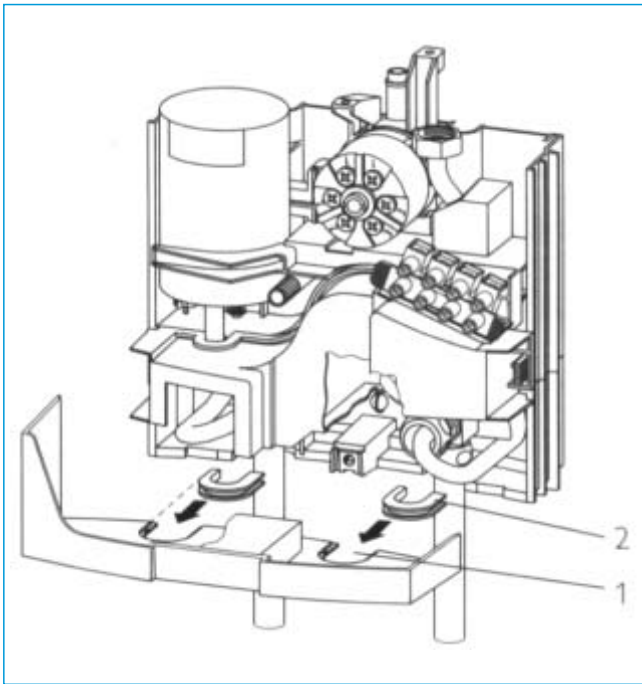

Fig. 18
Si se realiza la conexión hidráulica con una instalación no empotrada, romper por las hendiduras de la tapa del aparato que se indican en la fig. 18, pos. 1, procurando que los cortes sean limpios. En caso necesario utilizar una lima para eliminar las rebabas. Encajar las piezas de guía incluidas (pos. 2) en